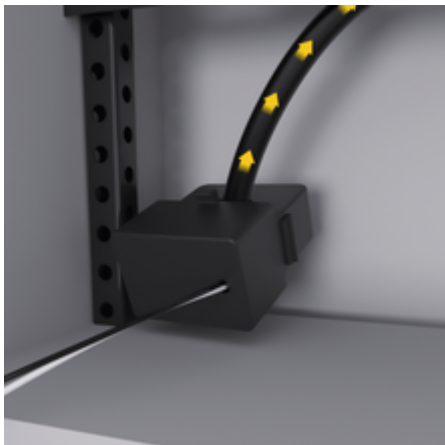

Fig. 26: Exemple d'installation de transformateurs de courant
- ▶ Insérer le câble d'installation dans le transformateur de courant et fermer le capuchon du transformateur de courant ((Fig. 26), flèche jaune).